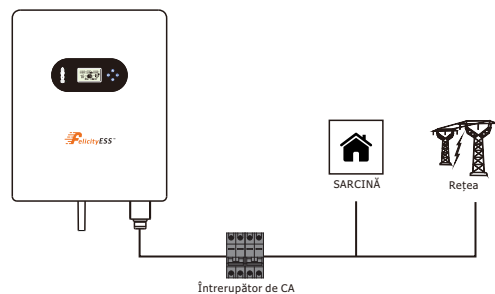

Figura 4.3-2 Conexiune întrerupător de CA
1. Pe partea de curent alternativ, întrerupătorul individual trebuie conectat între invertor și rețea, dar înaintea sarcinilor. Consultați figura 4.3-2.